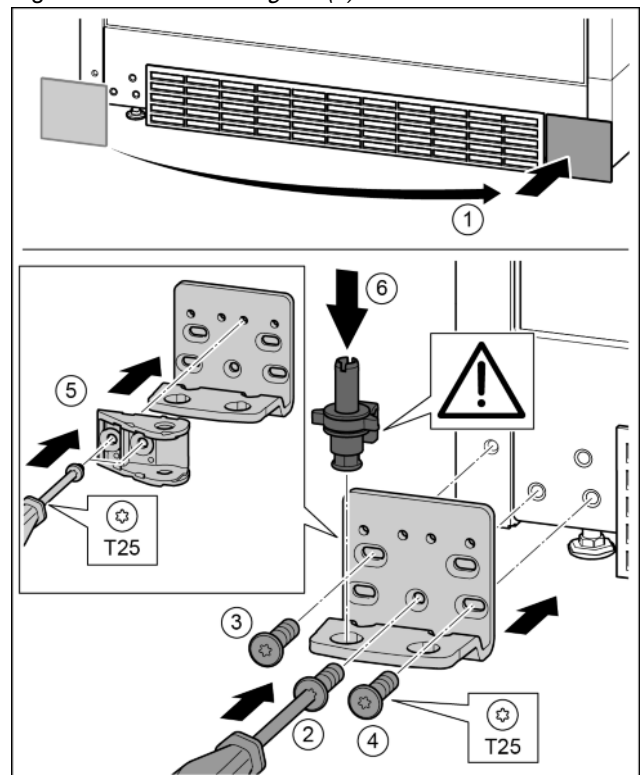

Fig. 29
- ▶ Abdeckung abnehmen und auf der anderen Seite anbringen. Fig. 29 (1)
- ▶ Lagerbock auf der anderen Seite ansetzen und mit Hilfe eines Schraubendrehers T25 anschrauben. Mit Schraube 2 unten in der Mitte beginnen. *Fig. 29 (2)*
- ▶ Schraube 3 und 4 festschrauben. *Fig. 29 (3, 4)*
- ▶ Türaufhängung um 180° drehen. Auf der anderen Seite des Lagerbocks mit Schraubendreher T25 anschrauben. *Fig. 29 (5)*
- ▶ Lagerbolzen komplett einsetzen. Dabei darauf achten, dass der Rastnocken nach hinten zeigt. *Fig. 29 (6)*